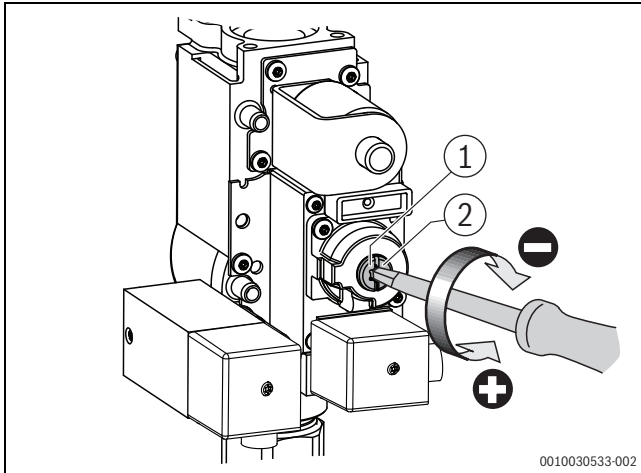

Bild 6 O₂-Gehalt bei Teillast einstellen (Kesselgröße 75 – 100 kW)
- ▶ Verschlusschraube an der Gasarmatur herausdrehen (→Bild 6 und 7).
- ▶ O₂-Wert an der Teillast-Einstellschraube auf 5,4 % einstellen (→Bild 6 und 7).